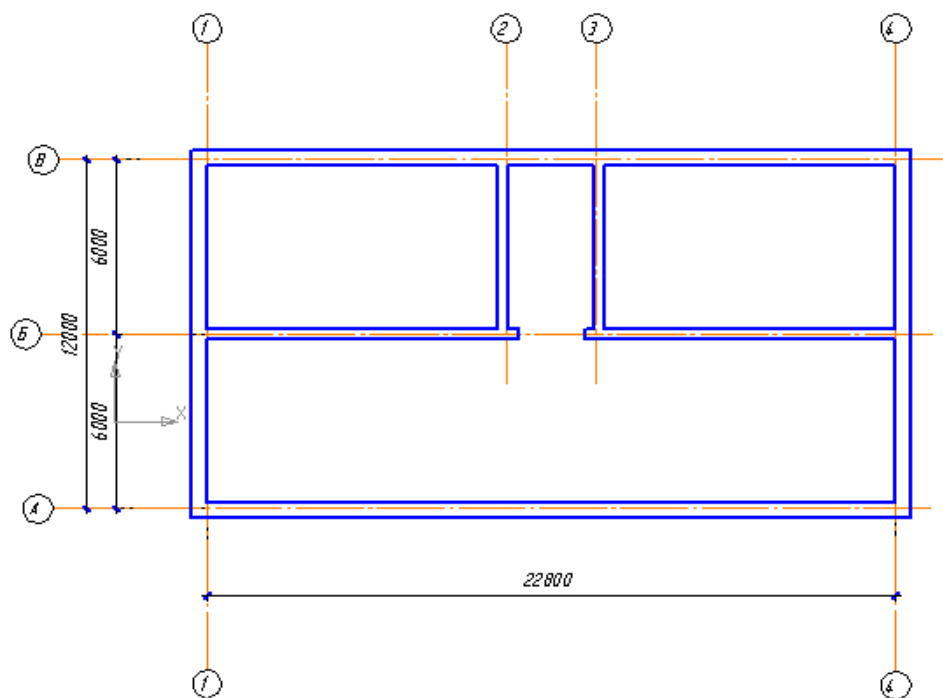

Рис. 4
- 9 Построить стены и колонны – Библиотека СПДС-обозначений – Стена – на панели свойств ввести данные (толщина, тип привязки, отступ, направление отступа). Построить внешние и внутренние капитальные стены (рис. 4).